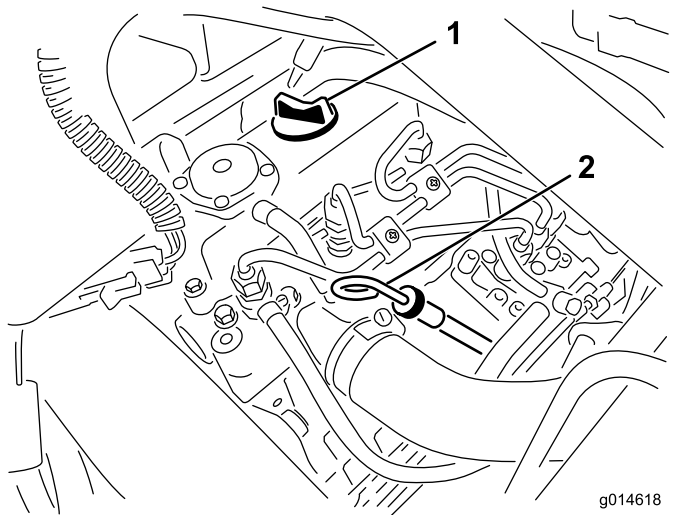

Figure 41
2. Retirez la jauge et essuyez-la sur un chiffon propre (Figure 41).